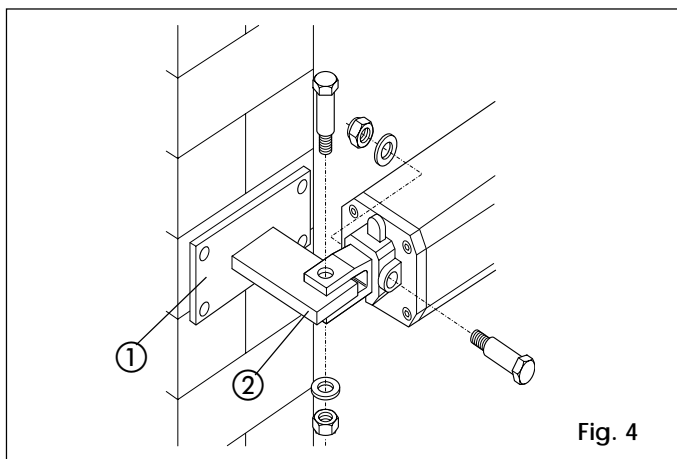

Fig. 4
En el caso de que la columna sea de hierro, hace falta soldar en la misma (ref. 2, Fig. 4).
Si la columna está hecha en mampostería, empotrar primero una placa (ref. 1, Fig. 4) y luego soldar en ella el elemento de fijación tal como se ilustra en la fig. 4.
- 2) Sujetar el actuador al elemento de fijación posterior, mediante los tornillos en dotación (Fig. 4).